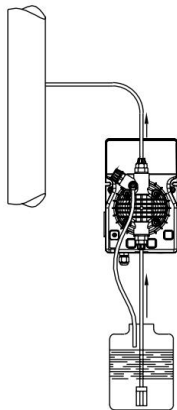
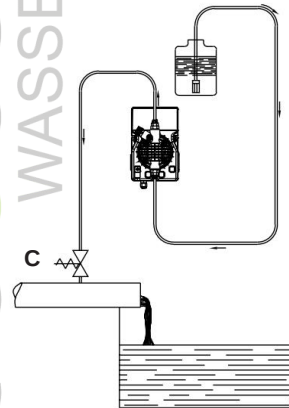

Abb. 5
Abb. 6
- c. - Positionieren Sie die Pumpe wie in Abb. 5 gezeigt und beachten Sie dabei, dass sie entweder unterhalb oder oberhalb des Niveaus der zu dosierenden Flüssigkeit installiert werden kann, wobei der Niveauunterschied jedoch 2 Meter nicht überschreiten sollte. Wenn die Prozessanlage, in der die Pumpe installiert ist, bei atmosphärischem Druck (kein Gegendruck) betrieben wird und sich der Chemikaliertank oberhalb der Anlage befindet (Abb. 6), muss der Zustand des Injektionsventils in regelmäßigen Abständen überprüft werden, da übermäßiger Verschleiß dazu führen kann, dass Zusatzstoffe in die Anlage tropfen, selbst wenn die Pumpe abgeschaltet ist. Wenn das Problem weiterhin besteht, installieren Sie ein richtig kalibriertes Gegendruckventil (C) zwischen Injektionspunkt und Ventil. Bei Flüssigkeiten, die aggressive Dämpfe erzeugen, installieren Sie die Pumpe nicht oberhalb des Lagertanks, es sei denn, dieser ist hermetisch abgedichtet.